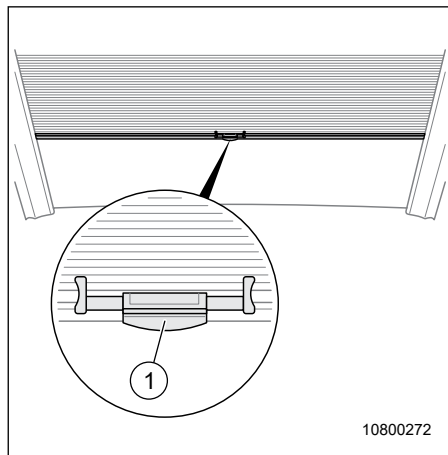

Fig. 69 Store occultant de pare-brise, plissé (modèle I)
- Débloquer le store occultant à la poignée de déverrouillage (Fig. 69, Pos. 1) et le tirer vers le bas.